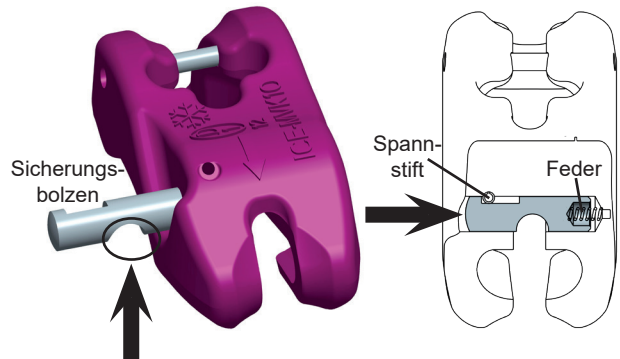

Abb.35
- Schieben Sie dann einen neuen Sicherungsbolzen in die Bohrung (Abb. 35).
- Richten Sie den Sicherungsbolzen so aus, dass die abgerundete Aussparung nach unten zeigt (Abb. 35). Nur dann kann im nächsten Schritt der Spannstift zur Sicherung des Sicherungsbolzens in die entsprechende Nut eingeschlagen werden.